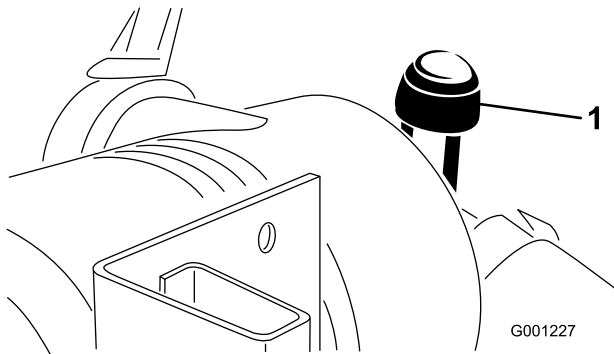

Figura 45
- Revise el filtro del limpiador de aire cuando el indicador del limpiador de aire se vea rojo (Figura 45) o cada 400 horas (más frecuentemente en condiciones extremas de polvo o suciedad). No limpie con demasiada frecuencia el filtro de aire.
9. Reinicie el indicador (Figura 45) si se ve rojo.